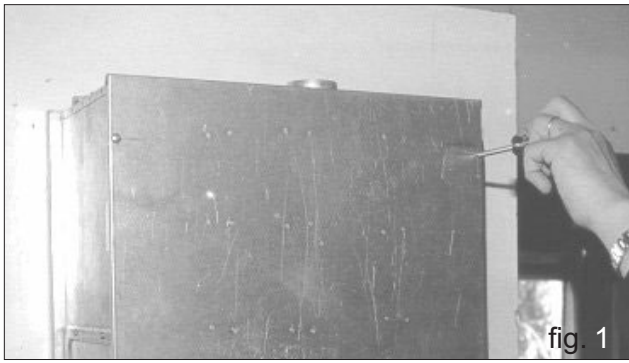

fig. 1
- Con un cacciavite a croce svitare le quattro viti autofilettanti dalla parete anteriore della camera stagna aria esterna (fig. 1) e togliere quest'ultima.